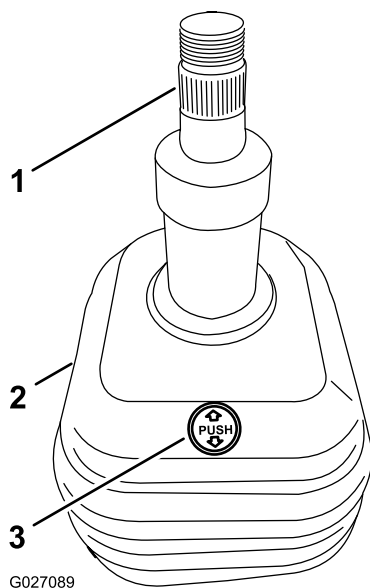

Figura 8
2. Alinee la columna de dirección inclinable con la válvula de dirección, con el eje acanalado corto hacia abajo y la palabra PUSH (moldeada en el fuelle de la columna) hacia atrás (Figura 8).